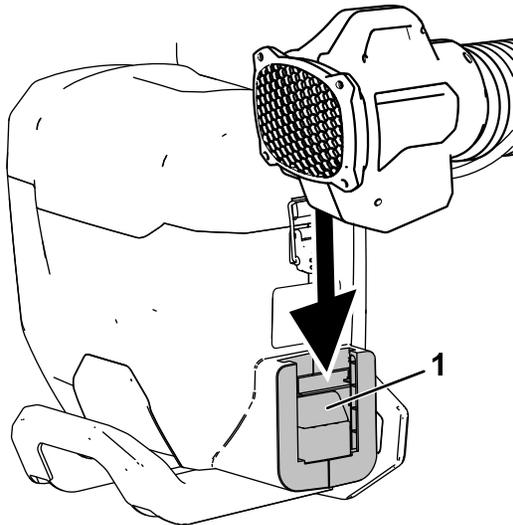

Figura 4
1. Alinee el cañón soplador con el conector de alimentación de la mochila (**Figura 4**).